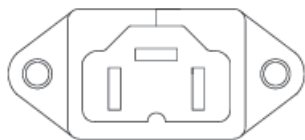

Figura 4-16
3. Orificiul de încărcare (consultați figura 4-16). Când vreți să încărcați, introduceți cablul de încărcare în orificiul de încărcare al vehiculului. Metoda de încărcare: